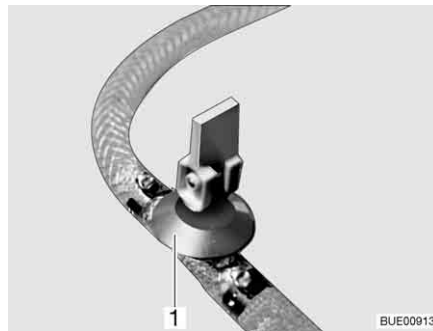
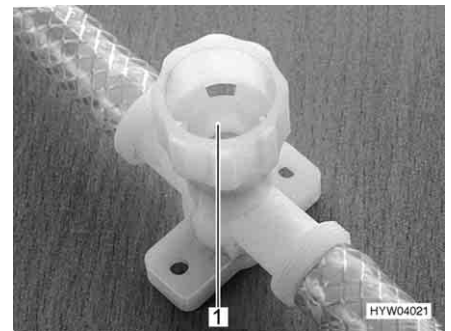

Fig. 235 Robinet de vidange (avec levier à bascule)
Fig. 236 Robinet de vidange (avec capuchon tournant)
- Ouvrir tous les robinets de vidange. Placer pour ce faire le levier à bascule (Fig. 235,1) à la verticale ou faire tourner le capuchon du robinet de vidange (Fig. 236,1) dans le sens inverse des aiguilles d'une montre.